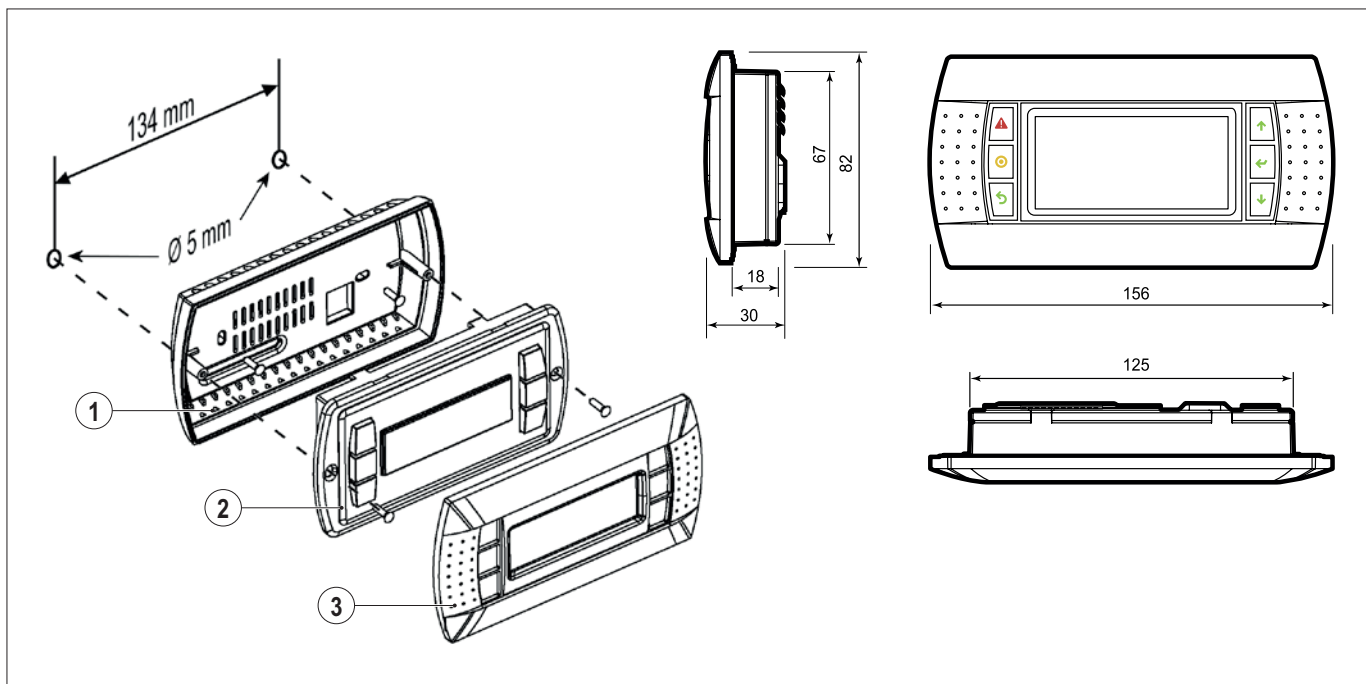

FIG. 60 (Fissaggio del terminale)
- 1) Fissare il retrocontenitore (FIG. 60 - Rif. 1) alla scatola standard o alla parete
- 3) Fissare il frontale (FIG. 60 - Rif. 2) al retrocontenitore (FIG. 60 - Rif. 1) mediante le viti fornite con il kit
- 4) Installare la cornice a scatto (FIG. 60 - Rif. 3)